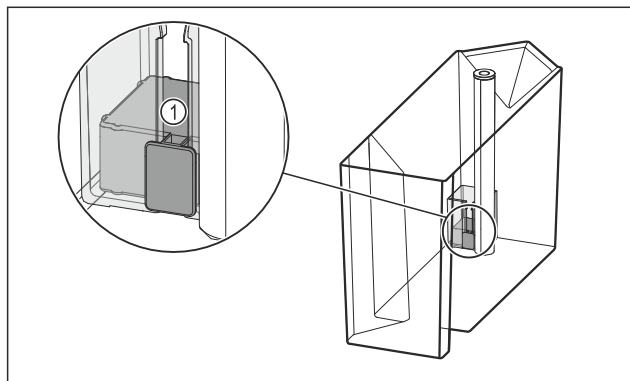

Fig. 111
- Prüfen, ob der Schwimmer Fig. 111 (1) verklemmt ist. Wenn Schwimmer verklemmt ist: